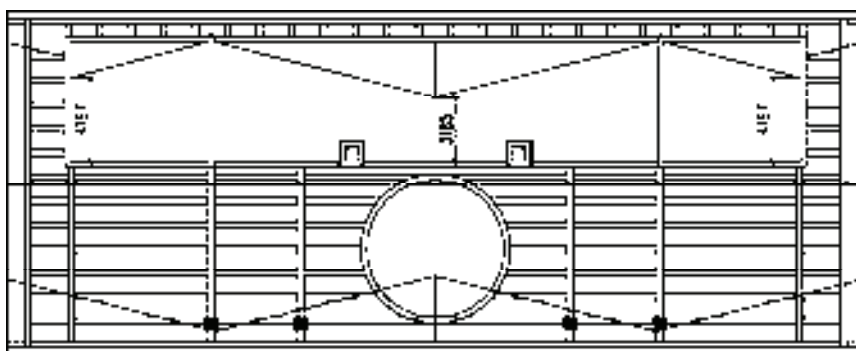

图 15-116 绘制屋顶造型轮廓线
13) 调用“直线”命令，绘制屋顶造型轮廓线，如图 15-116 所示。